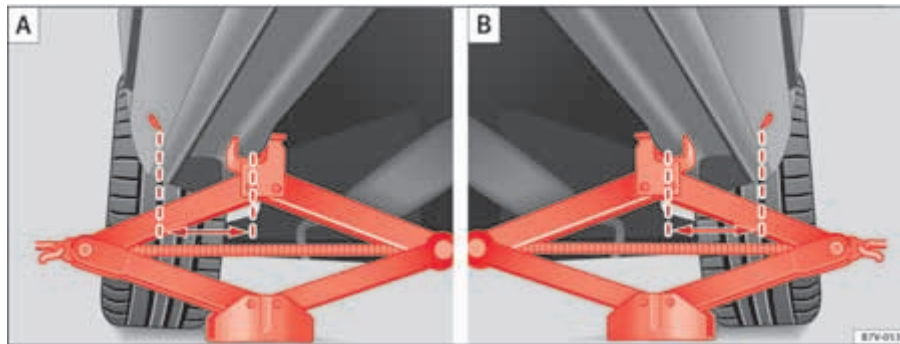

Fig. 181 A: gato colocado en la parte delantera izquierda del vehículo B: gato colocado en la parte trasera izquierda del vehículo.
situados **detrás** de los cantos delanteros ⇒ fig. 181. Utilice en cada caso el punto de apoyo respectivo de la rueda a cambiar ⇒ ⚠.
7. Asegúrese de que el pie del gato quede por completo firmemente apoyado en el suelo, y de que esté colocado exactamente debajo del punto de apoyo ⇒ **página 321, fig. 181**.
8. Centre el gato y siga subiéndolo con la manivela hasta que la garra abarque el nervio situado debajo del vehículo ⇒ **página 321, fig. 181**.
- Coloque el gato únicamente en los lugares descritos. La garra del gato debe quedar asegurada, abarcando el nervio del refuerzo de los bajos ⇒ **página 321, fig. 181**.